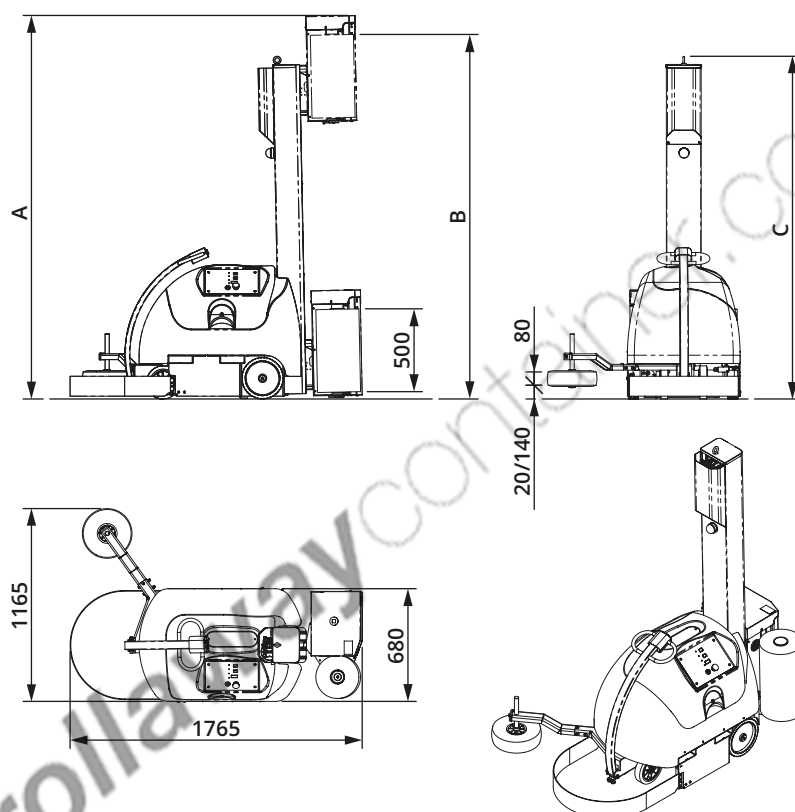

Figure 25
• Dimensions hors-tout	Voir Figure 25 - pag. 38